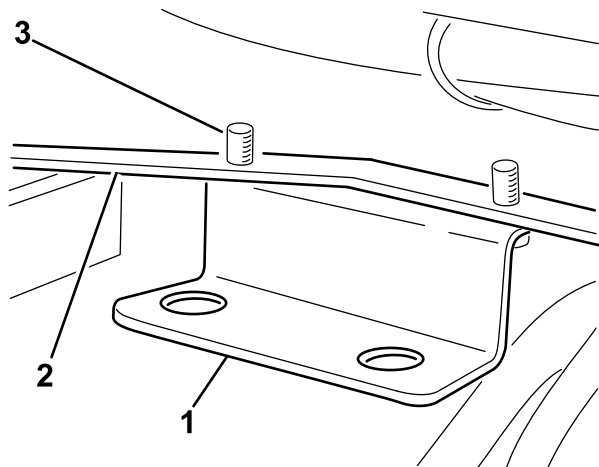

Figure 14
2. Avec 2 vis autotaraudeuses (5/16 x 1/2 po), fixez le support de flexible au support de cadre (Figure 14).